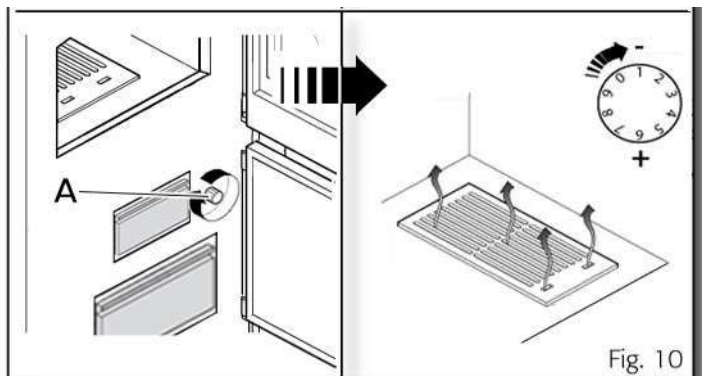

Fig. 10
**ARIA PRIMARIA :** CHIUSA (fig. 10)